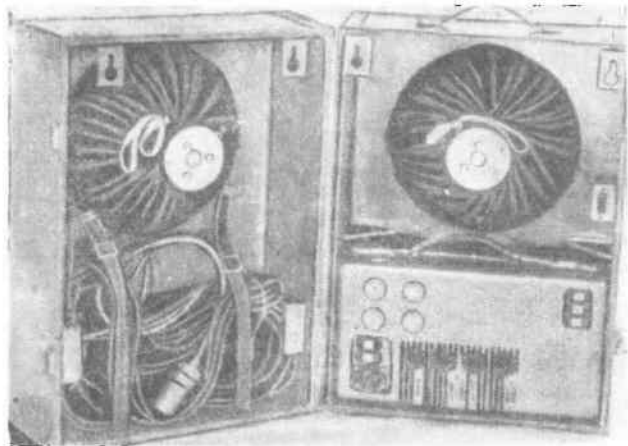

Рис. 3
2), во время работы он устанавливается рядом с кинопроектором, соединяясь с ним шлангами (рис. 3). Ящик громкоговорителя состоит из двух одинаковых половин (рис. 4), в каждой из которых укреплен голловка 4Л-28.